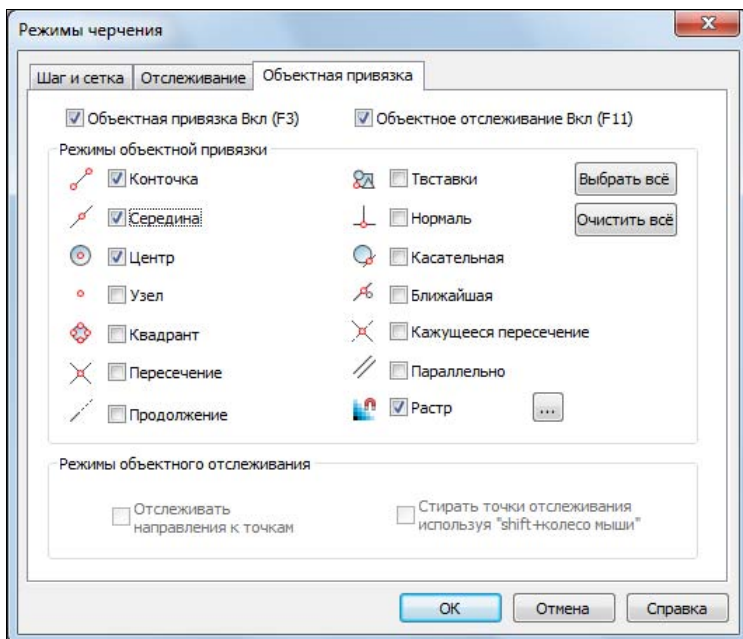
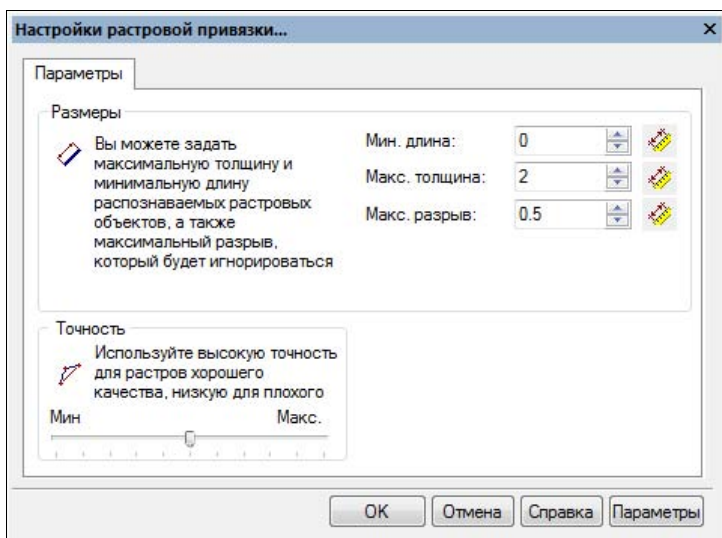

Рис. 10.19. Окно Режимы рисования, вкладка Объектная привязка
Рис. 10.21. Окно Настройки растровой привязки
Если с помощью команды меню **Сервис – Режимы черчения** открыть диалоговое окно **Режимы черчения** на вкладке **Объектная привязка** (рис. 10.19), то в списке функций увидим новый тип привязки — **Растр**.
- ◆ включить функцию (установить флажок режима) объектной привязки  на вкладке **Объектная привязка** (см. рис. 10.19) или в контекстном меню кнопки **ОПРИВЯЗКА** в строке состояния;
- ◆ установить нужные типы обычной объектной привязки на вкладке **Объектная привязка** окна **Режимы черчения** (см. рис. 10.19).
Настройка параметров программы распознавания объектов в растре выполняется в диалоговом окне **Настройки растровой привязки** (рис. 10.21), которое можно открыть с помощью кнопки  на вкладке **Объектная привязка** (см. рис. 10.19) или с помощью пункта **Настройки растровой привязки** контекстного меню кнопки **ОПРИВЯЗКА** в строке состояния.
В окне **Настройки растровой привязки** (см. рис. 10.21) фигурируют следующие параметры: